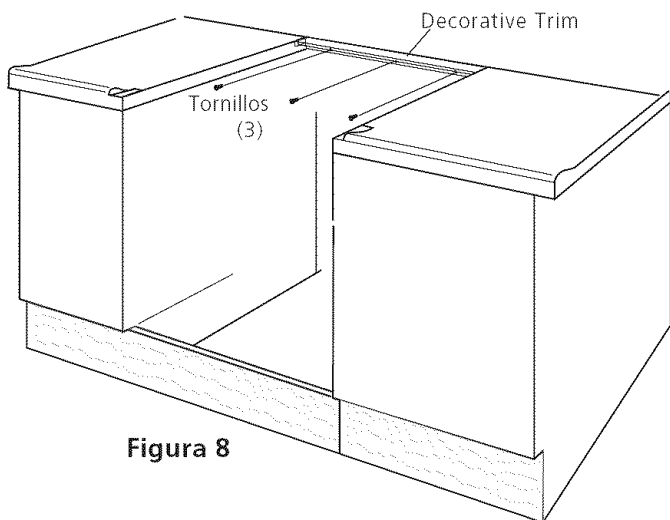

Figura 8
4. Alinear la parte superior del borde decorativo con la mesada (Figura 8).